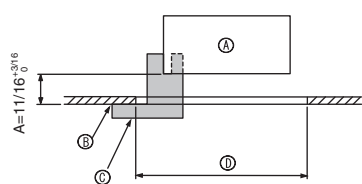

Fig. 9-2
9.2. Préparation avant d'attacher la grille (Fig. 9-2)
• A l'aide de la jauge ③ fournie avec ce kit, régler et vérifier la position de l'appareil par rapport au plafond. Si l'appareil n'est pas correctement positionné, il y aura des risques de fuites d'air et de la condensation pourrait s'accumuler.